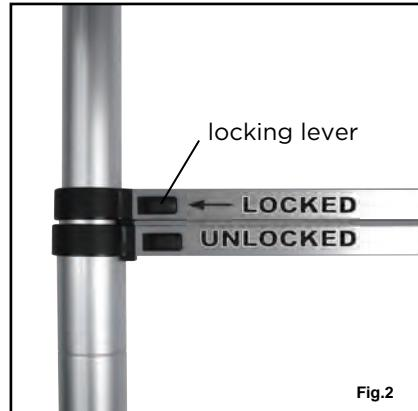

Fig.2
- Uma alavancas que está próxima ao longarina lateral indica que o mecanismo está travado. Uma alavancas afastada da longarina lateral indica que NÃO está travado (ver Fig.2).
- A lever that is close to the side rail indicates the mechanism is locked. A lever away from the side rail indicates that it is NO Tocked (see Fig.2)